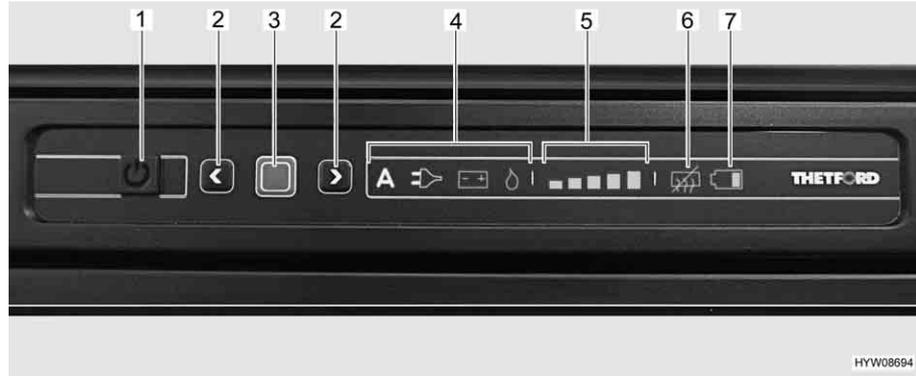

Fig. 168 Elementos de mando para el frigorífico
Después de conectar, el frigorífico automáticamente seleccionará el ajuste más reciente del termostato. Este reajuste puede modificarse manualmente con las teclas de flecha (Fig. 168,2). Las barras luminosas de la visualización de las etapas de refrigeración (Fig. 168,5) indican el ajuste seleccionado del termostato.
Con las teclas de flecha (Fig. 168,2) se ajusta la temperatura de refrigeración para los tres tipos de energía. Durará algunas horas hasta que el frigorífico alcance la temperatura de servicio ajustada. Al conmutar el modo de funcionamiento se mantiene el ajuste del termostato. La temperatura de refrigeración se mantiene independientemente del tipo de energía.
- Pulsar la tecla On/Off (Fig. 168,1) por 1 segundo. La tecla se ilumina de color verde. Los visualizadores se iluminan durante 10 segundos y luego se atenúan en modo de ahorro de energía.
- Pulsar la tecla de confirmación (Fig. 168,3). Se visualizará el ajuste actual del modo de funcionamiento.
- Pulsar la tecla de confirmación (Fig. 168,3) por aprox. 2 segundos. Los símbolos de modo de funcionamiento (Fig. 168,4) parpadean.
- Seleccionar el modo de funcionamiento deseado a través de las teclas de flecha (Fig. 168,2).
- Pulsar la tecla de confirmación (Fig. 168,3) por aprox. 2 segundos. Los símbolos de modo de funcionamiento parpadean.
- Pulsar de nuevo la tecla de confirmación. El indicador de los niveles de refrigeración (Fig. 168,5) parpadea.
- Seleccionar la potencia frigorífica deseada a través de las teclas de flecha (Fig. 168,2).
- Pulsar la tecla On/Off (Fig. 168,1) por aprox. 2 segundos. Se apagarán todos las lámparas.
Desconectar: ■ Pulsar simultáneamente las dos teclas de flecha (Fig. 168,2) durante aprox. 2 segundos. Se ilumina el símbolo de "Anticondensación apagada" (Fig. 168,6).
Conectar: ■ Pulsar simultáneamente las dos teclas de flecha (Fig. 168,2) durante aprox. 2 segundos. Se apaga el símbolo de "Anticondensación apagada" (Fig. 168,6).